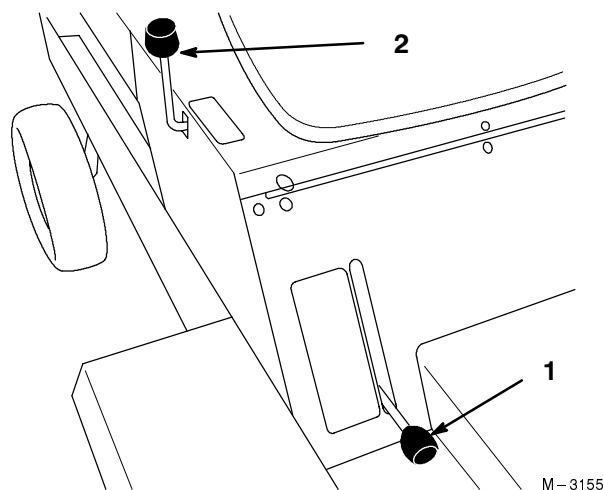

Bild 11
2. Ziehen Sie am Feststellbremshebel, um die Feststellbremse zu aktivieren (Bild 11).
1. Bewegen Sie den Feststellbremshebel zum Lösen der Feststellbremse nach unten (Bild 11).
Mit dem Hubhebel (Bild 11) für Anbaugeräte heben und senken Sie diverse Geräte.
3. Ziehen Sie den Gerätehubhebel nach hinten, um die Geräte auf die gewünschte Höhe anzuheben (Bild 11).
3. Drücken Sie den Gerätehubhebel nach vorne, um die Geräte abzusenken (Bild 11).